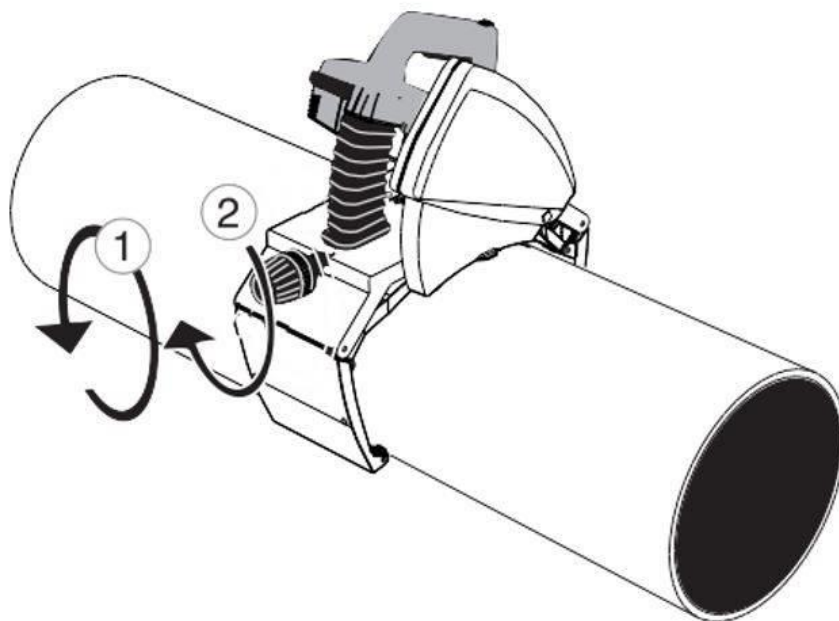

Рис.5 Установка трубореза на трубе
1. Поворачивая регулировочную ручку, которая находится на задней части трубореза (Рис. 5/1) откройте захват трубореза так, чтобы он подошел под диаметр трубы.
2. Установите труборез на трубе так, чтобы край нижнего ограждения диска находился на метке разреза. Закрепите труборез на трубе, поворачивая регулировочную ручку захвата до тех пор, пока она крепко не закрепит трубу, которую собираетесь резать (Рис. 5/2). Удерживая трубу на месте, убедитесь в том, что труборез свободно вращается в направлении подачи трубы.